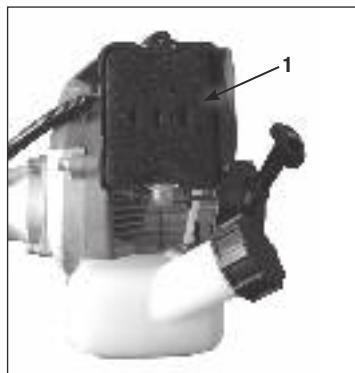

Рис. 15 Обслуживание воздушного фильтра TA2
2. Извлеките фильтрующий элемент 1 (Рис. 15).